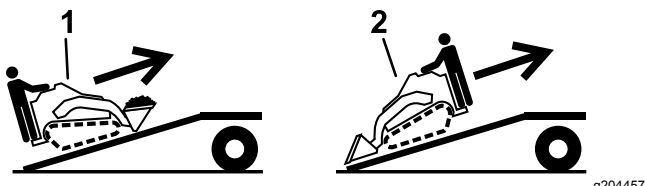

Bild 20
5. Fahren Sie beim Verladen auf den Anhänger mit dem schweren Ende der Maschine auf die Rampe und befördern Sie Lasten niedrig (Bild 20).
1. Senken Sie die Rampe ab (Bild 20).